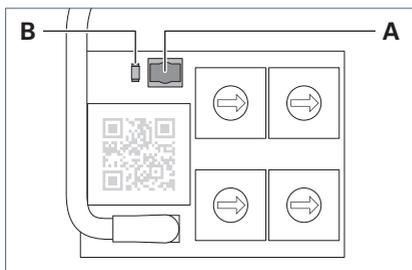

Fig. 13: Taste und LED.
- ▶ Drücken Sie die Taste **A** und halten Sie die Taste 10 Sekunden gedrückt, siehe Fig. 13.